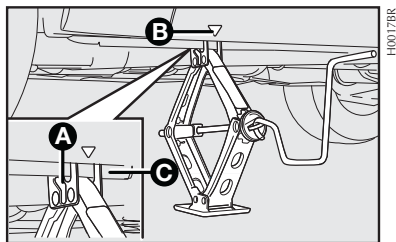

fig. 6
- Colocar o macaco onde está marcado o símbolo ▼ **B-fig. 6** ou **7** (algumas versões) perto da roda a substituir, e certificar-se de que a ranhura **A** do macaco esteja bem encaixada na longarina **C**.